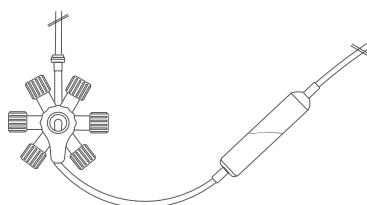

Fig 1. Avlufta droppkammaren
3. När det är tillämpligt, stäng det ventilerade locket på spiken (1).
4. Kontrollera att RondelO-handtaget (7) är i en spolningsposition.
5. Stäng rullklämman (9) på RondelO primärt droppset.
8. Håll droppkammaren (8) lutad upp och ned och placera den på samma nivå som RondelO, öppna rullklämman (9) på droppsetet och fyll droppkammaren enligt fig. 1.